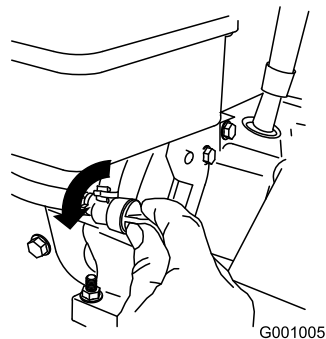

Bild 22
3. Drehen Sie den Kraftstoffhahn nach links, um ihn zu öffnen (Bild 22).